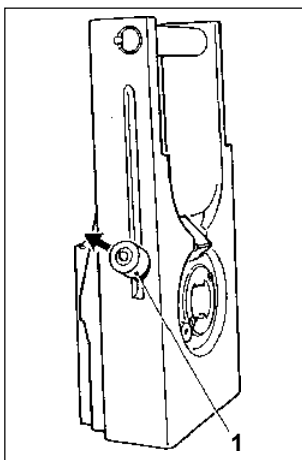

Fig 8-15. Retirada do contato elétrico
(5) Remova o pino de contato elétrico da cunha, com o auxílio de uma chave de fenda. (Fig 8-15)